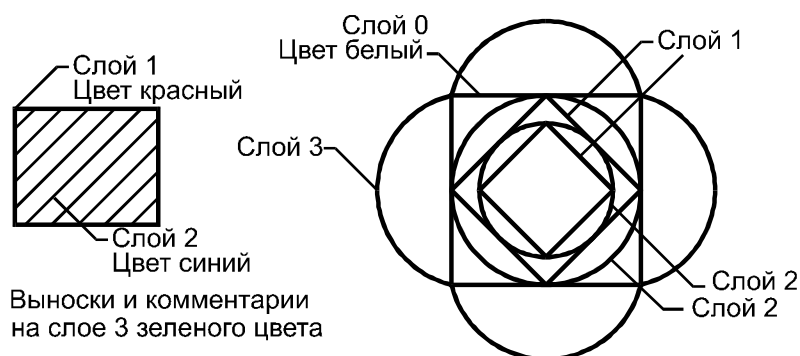

Рис. 28. Графическое задание № 1
2. Выполните графическое задание № 1 (рис. 28).